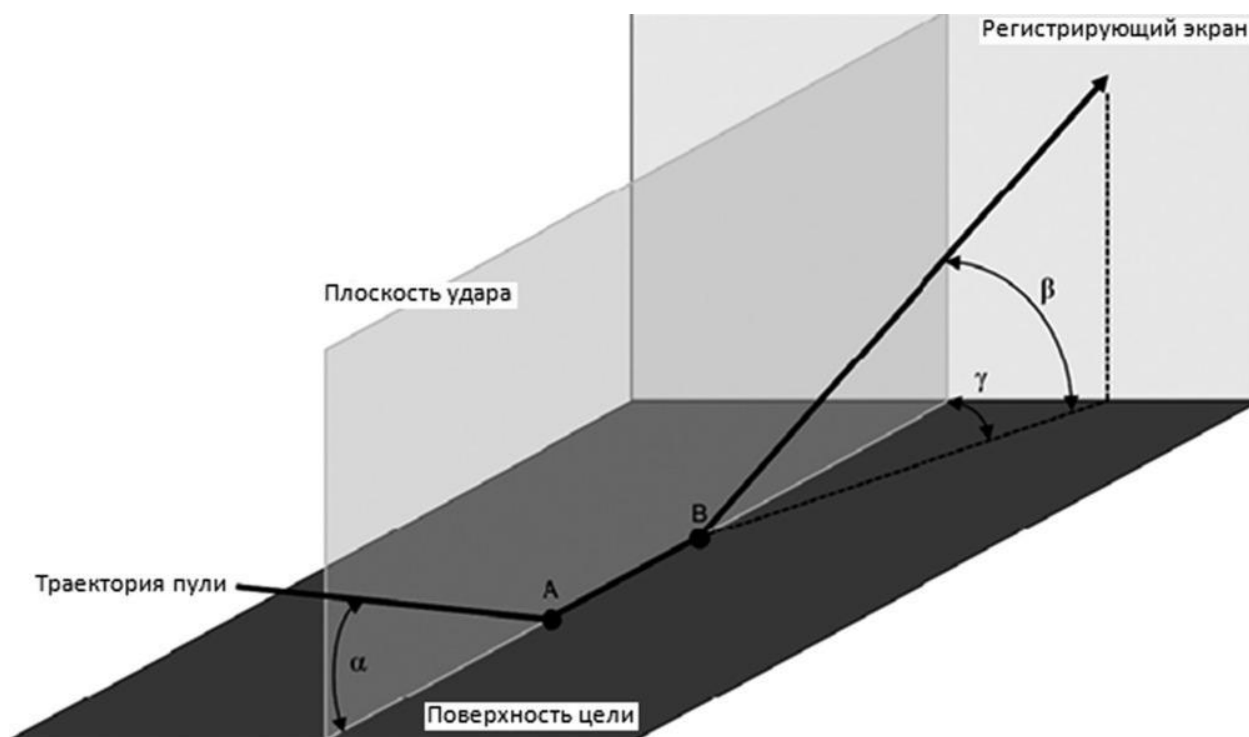

Рис.1.
- T. Mattijssen: **КУР** – угол падения, при котором 50% выстрелянных пуль данного вида закономерно рикошетирует от поверхности заданного типа объекта (см. рис. 1).